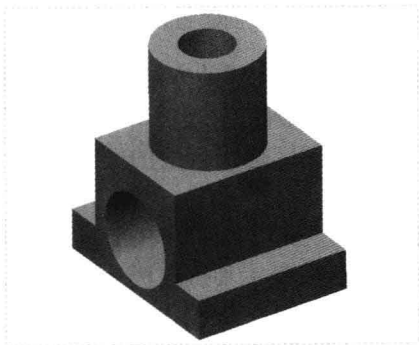

图 16-10 创建孔特征
Step 09 单击“应用并保存在工具中所做的所有更改,然后关闭工具操控板”按钮 ,完成孔特征的创建,如图 16-10 所示。